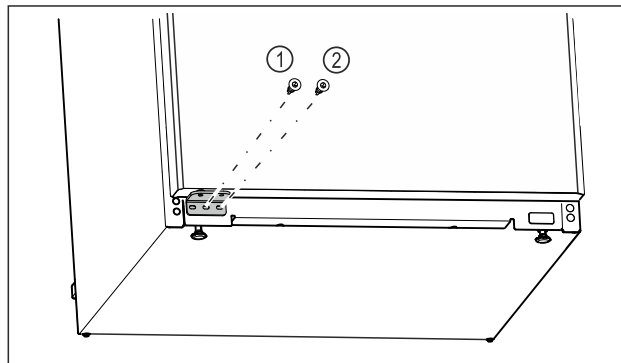

Fig. 25
- Serrer la vis centrale du support de palier *Fig. 25 (1)* avec un tournevis Torx 20.
- Serrer la vis intérieure du support de palier *Fig. 25 (2)* avec un tournevis Torx 20.